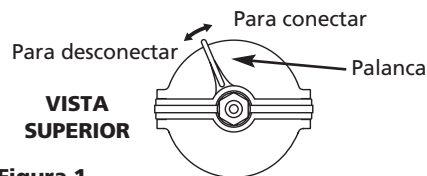

Figura 1
1. Desconecte el envase de la culata y la tapa (Vea la Figura 1).
5. Coloque la palanca hacia la izquierda (hasta el final) para conectar el envase a la culata. Deslice la palanca hacia el centro hasta que esté firme (Vea la Figura 1). No force la palanca.